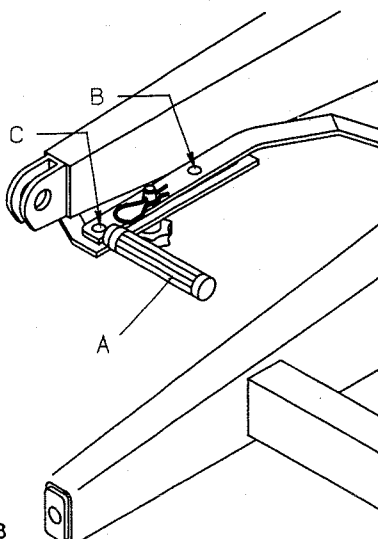

Fig. 8
NB! Midterpositionerne mellem bogstaverne er angivet med en prik, som svarer til (E+), (F+) etc. Ved indstilling af sidefordelingen SKAL håndtaget A være placeret i det midterste af de tre huller. (Fig. 8)
NOTE! The center positions between letters marked with a spot, corresponding to (E+), (F+) etc. When adjusting the left/right distribution, the handle (A) MUST be placed in the middle hole. (Fig. 8).
WICHTIG! Die mittleren Positionen zwischen den Buchstaben sind mit einem Punkt markiert, diese bedeuten (E+), (F+) usw. Wenn Sie die links/rechts Verteilung einstellen, muss sich der Hebel (A) im mittleren Loch befinden. (Fig. 8).
NOTA: La position entre deux lettres est indiquée par la notation (G+), (F+), etc.... Pendant, le réglage, s'assurer que le levier de répartition (A) latérale est en position centrale. (Fig. 8).